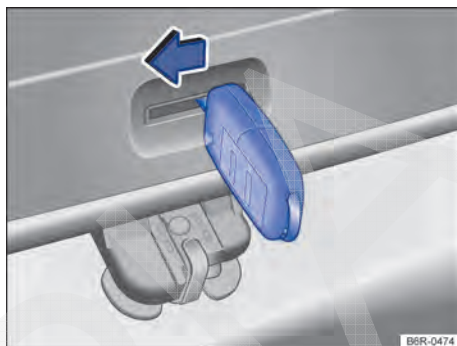

Fig. 57 Do lado de dentro do compartimento de bagagem: destravamento de emergência da tampa traseira.
- Inserir a haste da chave na abertura da tampa traseira → Fig. 57 e pressionar a alavanca de destravamento no sentido da seta, para destravar a tampa traseira.